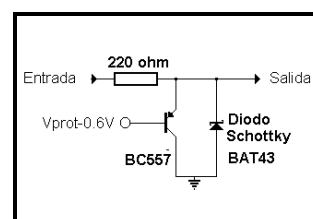
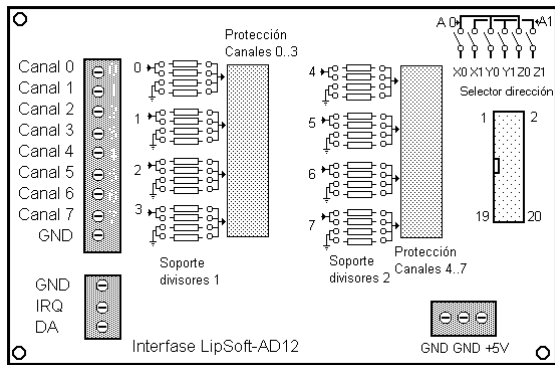

Figura. 15. Protección activa mediante transistor y diodo que incorporan las interfases.
Figura. 21. Aspecto de la tarjeta de Interfase **LipSoft-AD12**
*Protección activa, figura 15, por medio de transistores de las entradas analógicas y de contadores.
Dispone de regletas para la entrada/salida de las señales analógicas y digitales. Los 4 canales analógicos están protegidos por un circuito como muestra la figura 15.
Dispone de regletas para la entrada/salida de las señales de entrada de los contadores, interrupciones y digitales. Las 2 entradas de contadores están protegidas por un circuito como muestra la figura 15. La indicación del estado de las entradas/salidas digitales se realiza mediante 8 Led's excitados mediante un 74HCT245.
Dispone de regletas para la entrada/salida de las señales analógicas, digitales y contador. Los 4 canales analógicos y el canal de entrada del contador están protegidos por un circuito como muestra la figura 15.
Cuenta con regletas con tornillo para la conexión de los 8 canales analógicos de entrada. Estos canales se encuentran protegidos por un circuito como muestra la figura 15. Además contiene 8 soportes para poder insertar elementos para el filtraje o adaptación de señal (soporte de divisores) ver figura 20.
Cuenta con regletas con tornillo para la conexión de los 8 canales analógicos de entrada. Estos canales se encuentran protegidos por un circuito como muestra la figura 15. Además contiene 8 soportes para poder insertar elementos para el filtraje o adaptación de señal (soporte de divisores) figura 21.
Mediante el microinterruptor DIP de 6 circuitos (selector de direcciones) se pueden fijar las 3 posibles direcciones. Tal y como se aprecia en la figura 21, para fijar cualquier dirección siempre se deben cerrar (ON) un par de circuitos (consecutivos). La asignación de direcciones en el módulo *LipSoft-AD12* correspondiente viene reflejada en la tabla siguiente.